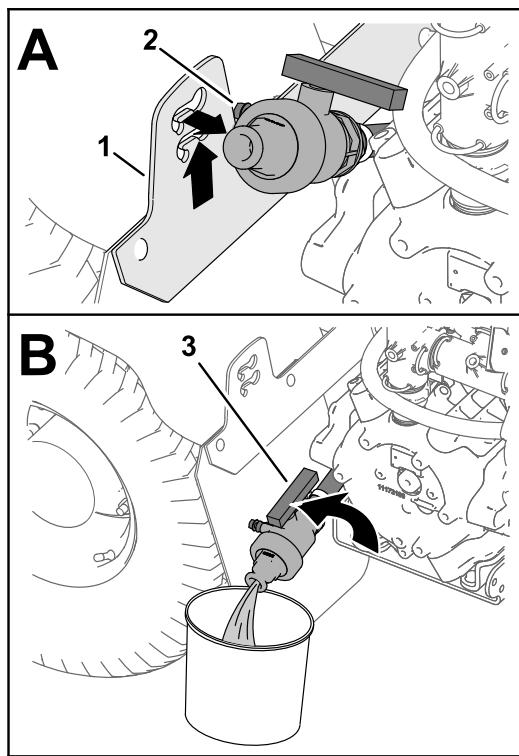

Figura 86
3. Levante la válvula hasta que los espárragos de montaje de la válvula salgan de las ranuras del soporte de la válvula de vaciado, y mueva la válvula hacia atrás (Figura 86, A).
4. Alinee el extremo de la válvula con el recipiente de vaciado y gire la palanca de la válvula a la posición de abierto (Figura 86, B).
5. Cuando el depósito se haya vaciado por completo, gire la maneta de la válvula de vaciado a la posición de cerrado y Monte la válvula en el soporte de la válvula de vaciado (Figura 86, B y Figura 86, A).